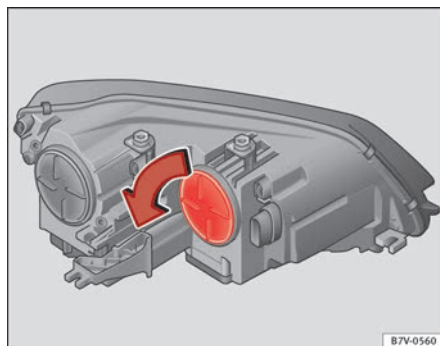

Fig. 205 En el vano motor: Cubierta del intermitente.
3.	Gire la cubierta ⇒ fig. 205 en el sentido de la flecha y extraícala.
8.	Gire la cubierta ⇒ fig. 205 hasta el tope en sentido contrario al de la flecha.